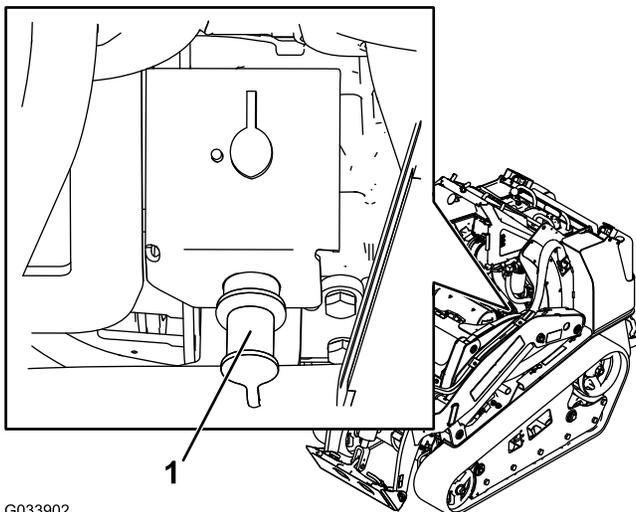

Figura 54
2. Togliete il coperchio dal morsetto di avviamento (Figura 54).
3. Collegate un'estremità del cavetto portatile positivo (+) al morsetto di avviamento (Figura 54).